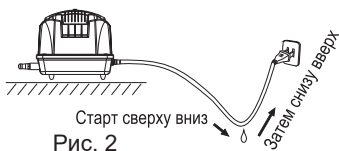

Рис. 2
4. Необходимо выполнить капельную петлю из части шнура ниже уровня розетки или разъема, если используется удлинитель. Она используется для предотвращения попадания воды на шнур и контакта с розеткой (Рис. 2).